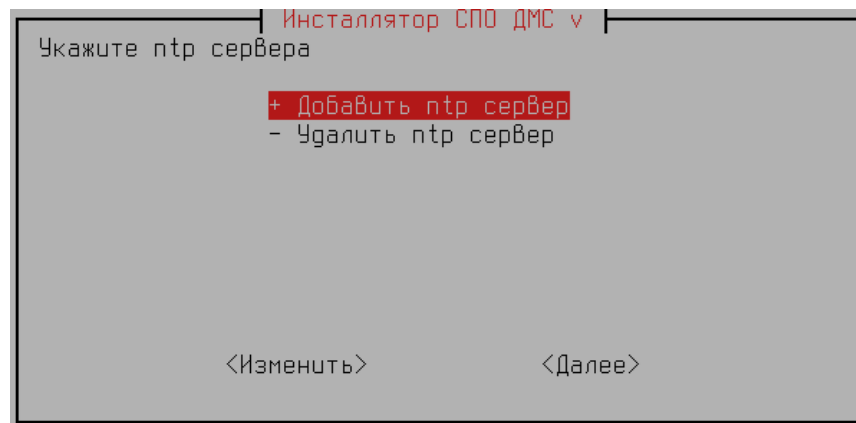

Рисунок 25 — Добавление серверов точного времени
1) На этом шаге можно добавить сервера точного времени, которые будут использоваться ntp для синхронизации времени (Рисунок 25).